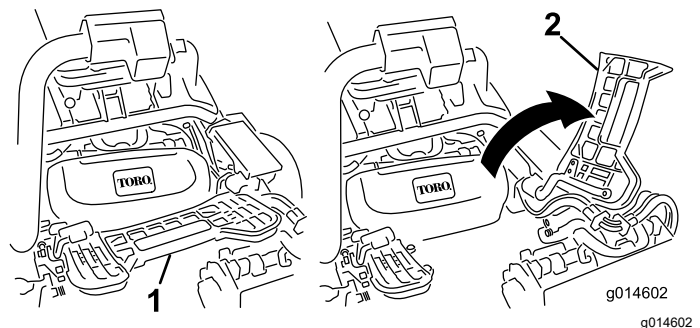

Figura 61
2. Levante el reposapiés y gírelo hacia arriba, para tener acceso a la posición de la unidad de corte (Figura 61).